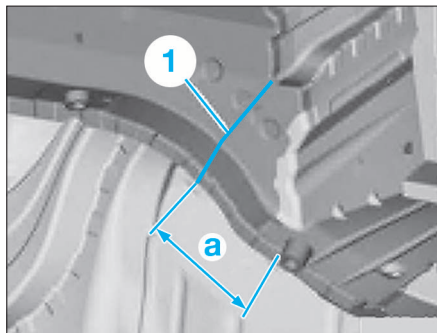

FIG. 3
• Tracer la ligne de coupe (1) en respectant la cote "a" puis sectionner le longeron (Fig.3).
• Souder le raidisseur sur la ligne de coupe (1) (Fig.3).